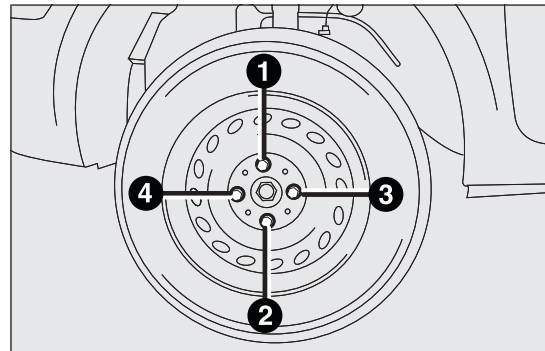

fig. 118
- ❑ serrer les boulons à fond, en passant alternativement d'un boulon à celui diamétralement opposé, selon l'ordre indiqué sur fig. 118.
- en se servant de la clé fournie, serrer les boulons à fond, selon l'ordre représenté fig. 118 ;